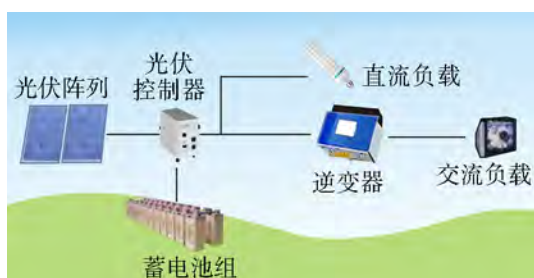

图3.10 独立光伏发电系统
(1) 独立光伏发电系统(离网系统)(图3.10):其主要组成部分有光伏阵列、光伏控制器、蓄电池组、逆变器、监控系统和负载。